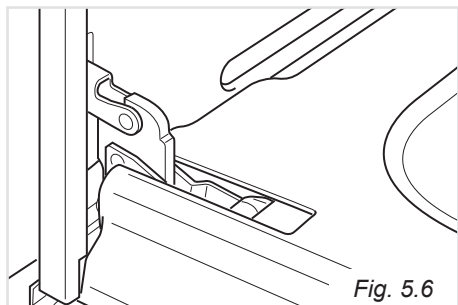

Fig. 5.6
- Aprire completamente la porta del forno (fig. 5.6).